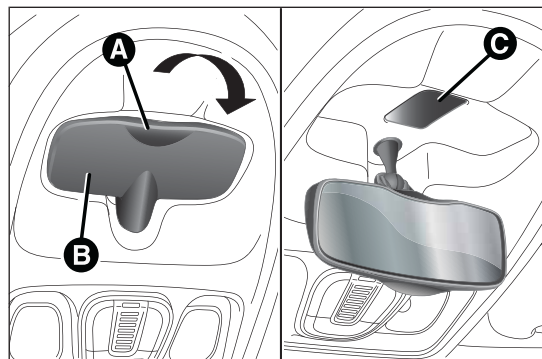

fig. 181
- dévisser la vis et retirer le bouchon C fig. 181 de revêtement de la fixation ;